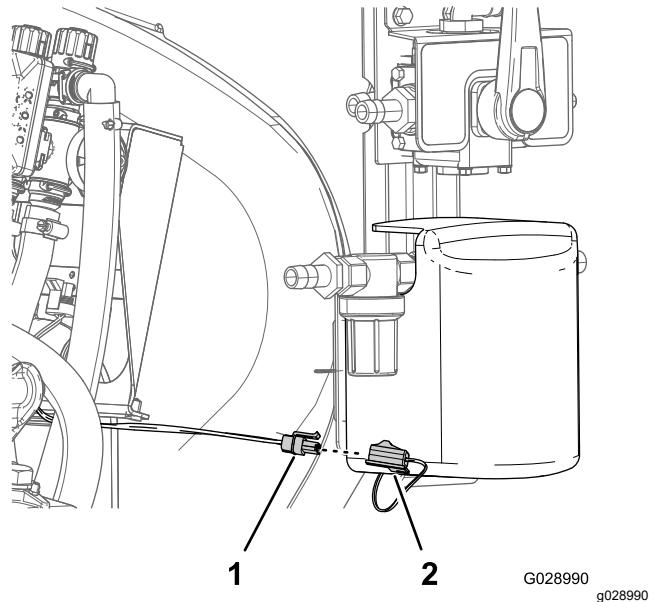

Figure 30
1. Branchez le connecteur à 2 douilles du faisceau de la machine sur le connecteur à 2 broches de la pompe de rinçage (Figure 30).
2. Réunissez les 2 connecteurs jusqu'à ce que le verrou du connecteur à 2 douilles s'enclenche fermement (Figure 30).